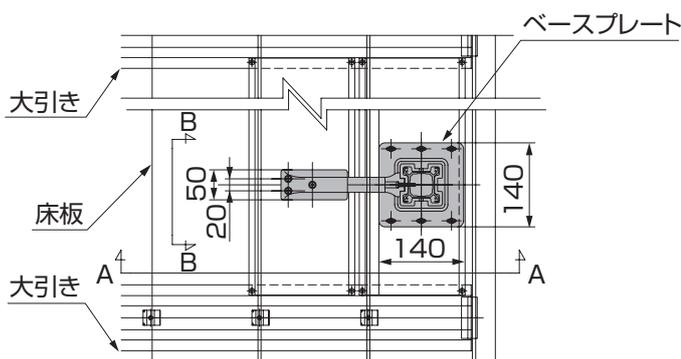
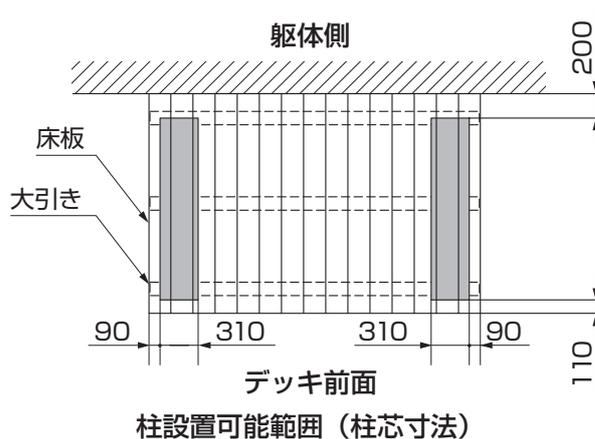

図4-40
図4-41
- デッキに図4-40、図4-41、図4-42、図4-43を参照して取付けてください。